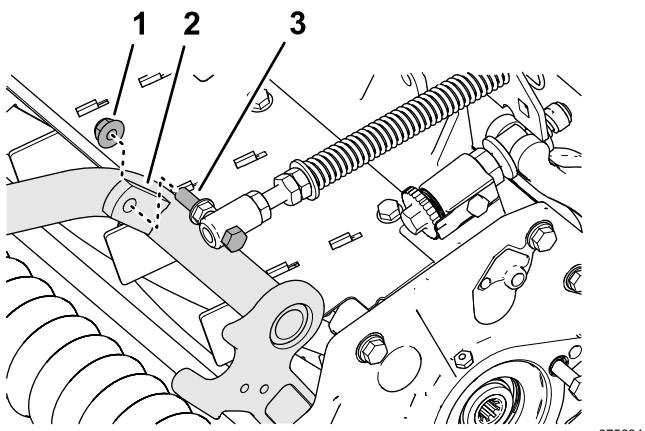

Figure 10
4. Fixez le ressort de compensation sur la patte droite du bâti porteur (Figure 10) avec le contre-écrou à embase ($\frac{3}{8}$ "").